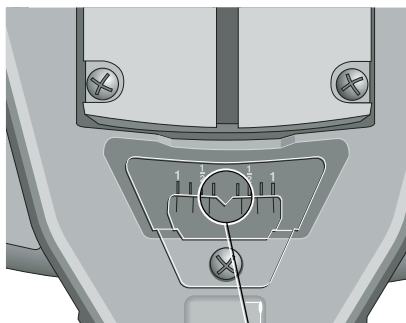

FIG. V2
2. Fije el ángulo de inglete al grado entero más cercano deseado, alinee la marca central en la escala vernier como se muestra en la Figura V1, con el número de grado entero impreso en la escala de inglete. Analice la Figura V2 detenidamente, la configuración que se muestra es 24° de inglete a la derecha.
3. Para fijar el 1/4 grado adicional, oprima el bloqueo del brazo de inglete y mueva cuidadosamente el brazo a la DERECHA hasta que la marca de vernier de 1/4 grado quede alineada con la marca de grados MÁS CERCANA en la escala de inglete. En el ejemplo que se ilustra, la marca de grados más cercana en la escala de inglete es 25 grados. La Figura V2 muestra una configuración de 24-1/4 grados de inglete a la derecha.